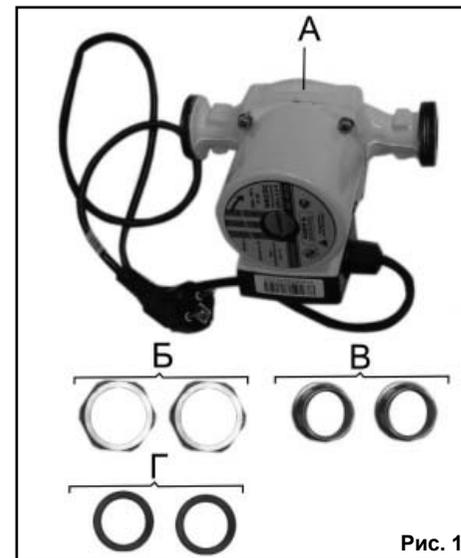
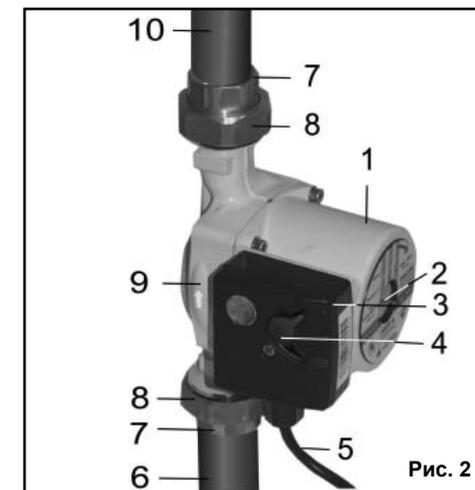

Рис. 1
Рис. 2
### 3. КОМПЛЕКТНОСТЬ (Рис. 1)
## 6. УСТРОЙСТВО НАСОСА (Рис.2)
7.1.4. Стрелка на корпусе 9 (Рис.2) насоса указывает правильное направление движения воды.
7.1.6. Соединение с трубопроводом системы производится с помощью соединителей 7 (Рис.2). Закрепите соединители 7 на корпусе насоса 1 с помощью гаек 8 (Рис.2) через прокладки Г (Рис.1). Обязательно необходимо обеспечить герметичность соединений.
7.1.7. Чтобы предотвратить загрязнения насоса, рекомендуем предусмотреть во всасывающем патрубке 6 (Рис.2) фильтр (не комплектуется).
7.1.8. На всасывающем трубопроводе 6 (Рис.2) рекомендуем установить обратный клапан (не комплектуется)
7.1.9. Исключите попадание воды на клеммную коробку 3 (Рис.2). Расположение клеммной коробки 3 на шесть часов запрещается.
## 8. РАБОТА (Рис.2)